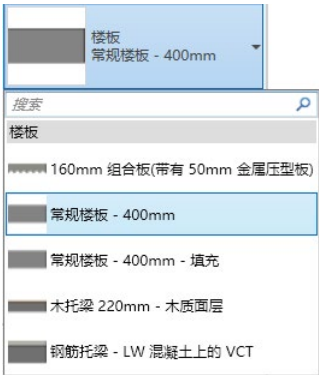

图 1-14 类型选择器下拉列表
- 类型选择器：显示当前选择的族类型，并提供一个可从中选择其他类型的下拉列表，如图 1-14 所示。